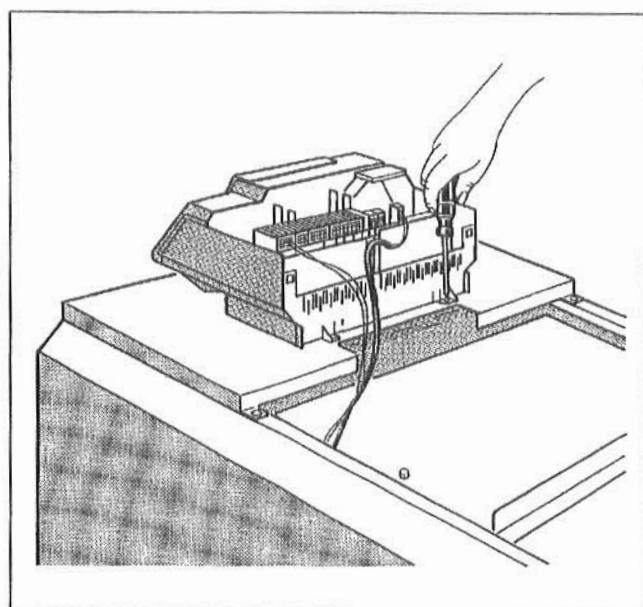

Fig. 8: Înșurubarea aparatului de reglare
- Aparatul de reglare se va înșuruba cu două șuruburi pe capota din față a cazonului (Fig. 8).